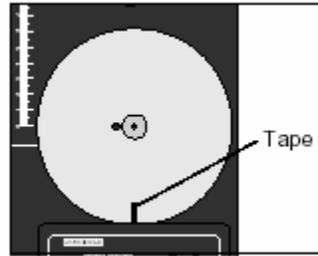

Figura 3. Marca de referencia o guía
6. Coloque una marca cerca del borde del disco superior (figura 3), ajuste la presión a 9 PSI y rote el disco ligeramente tal que el valor que indica la pantalla oscile entre 100 y 200 barras/segundo.